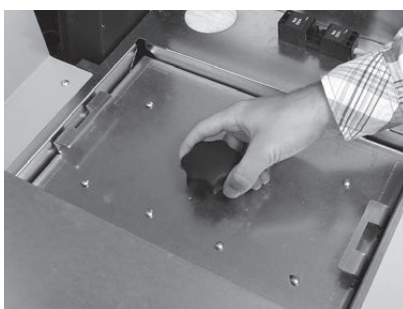
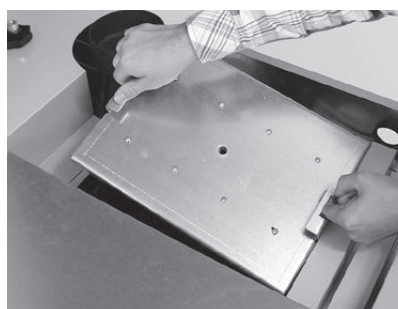

Fig. 68 Verschraubung aufdrehen
Fig. 69 Deckel herausheben
- ▶ Verschraubung beim Deckel aufdrehen und Deckel herausheben – Fig. 68, Fig. 69.